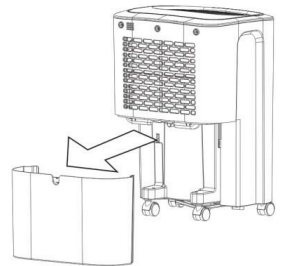

Abb. 1
1. Nehmen Sie den Wasserbehälter heraus (siehe Abbildung 1) und fließen Sie das Wasser aus.